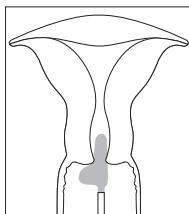

Fig. 1
3. Hold i skaftet af FLOQSwabs®, indsæt podepindens spids (den lange del af L'et) inde i livmoderhalskanalen, mens den bredere del af podepinden (den korte del af L'et) holdes udenfor. Se fig. 1